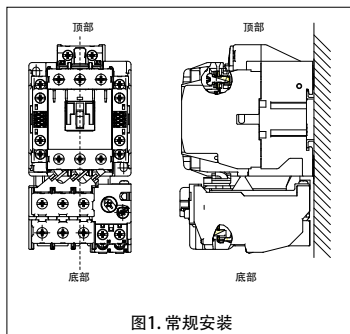
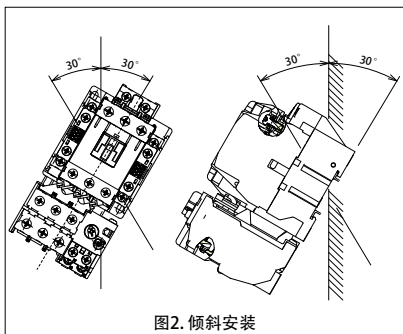
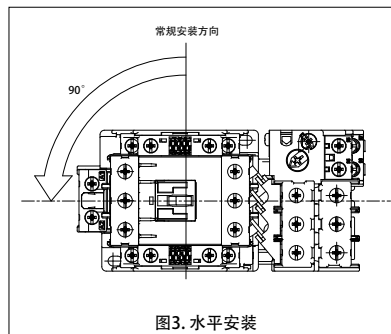

图1. 常规安装
图2. 倾斜安装
图3. 水平安装
- (1) 设备应安装在干燥少尘且无剧烈振动的场所。
- (2) 一般如图1所示沿垂直方向安装设备，但在某些情况下，也可如图2所示将其倾斜安装，但倾角不可超过30°。（图2）
- (3) 不得将设备安装在地板或天花板上。（将设备安装在地板或天花板上，可能会影响触头的导通性、功能性和寿命。）
- (4) 若只能沿水平方向安装设备，则请如图3所示，务必将其从常规安装方向逆时针转动90°。